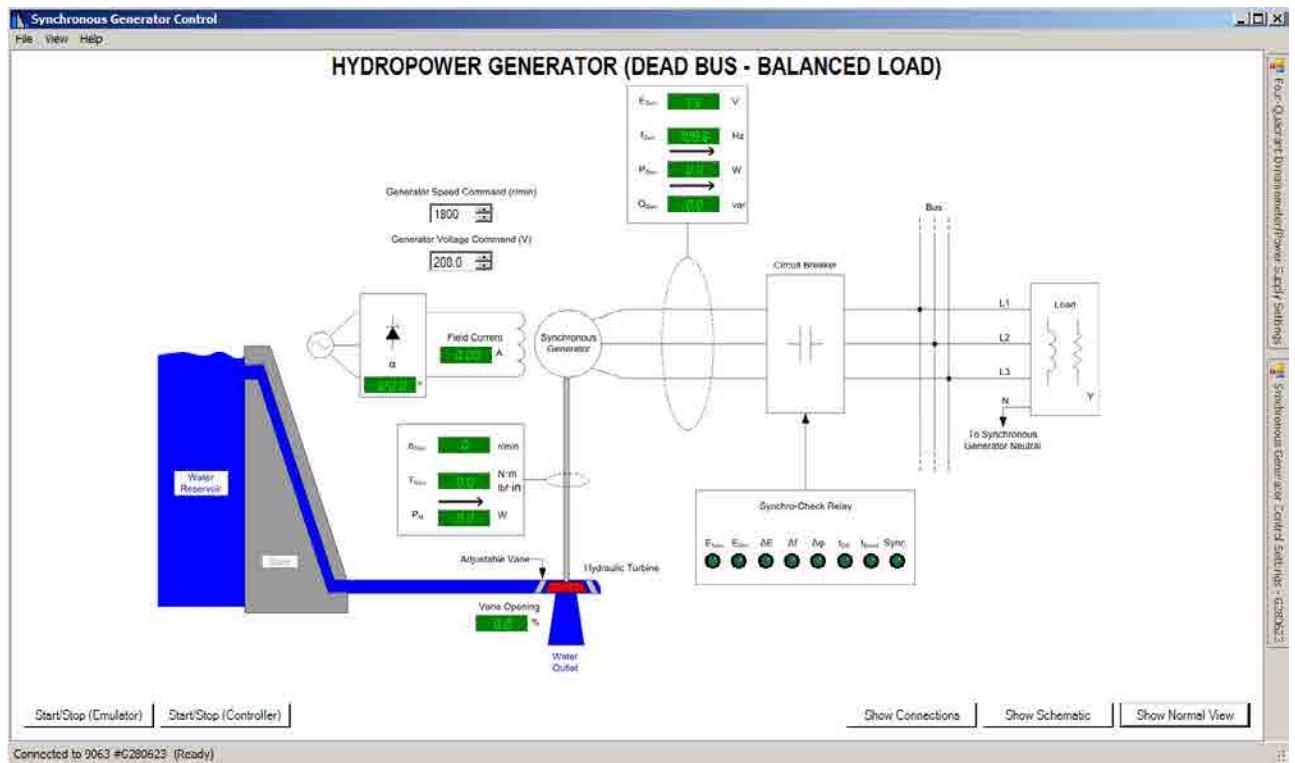

Figure 14 : Vue SCADA de la fonction Alternateur hydroélectrique (Bus mort - Charge équilibrée).
- Cliquer sur le bouton Afficher la vue SCADA fait apparaître une vue SCADA (la figure 14) de l'alternateur contenant des boutons supplémentaires utilisés, entre autres, pour mettre en marche et arrêter l'émulateur et le régulateur de l'alternateur.